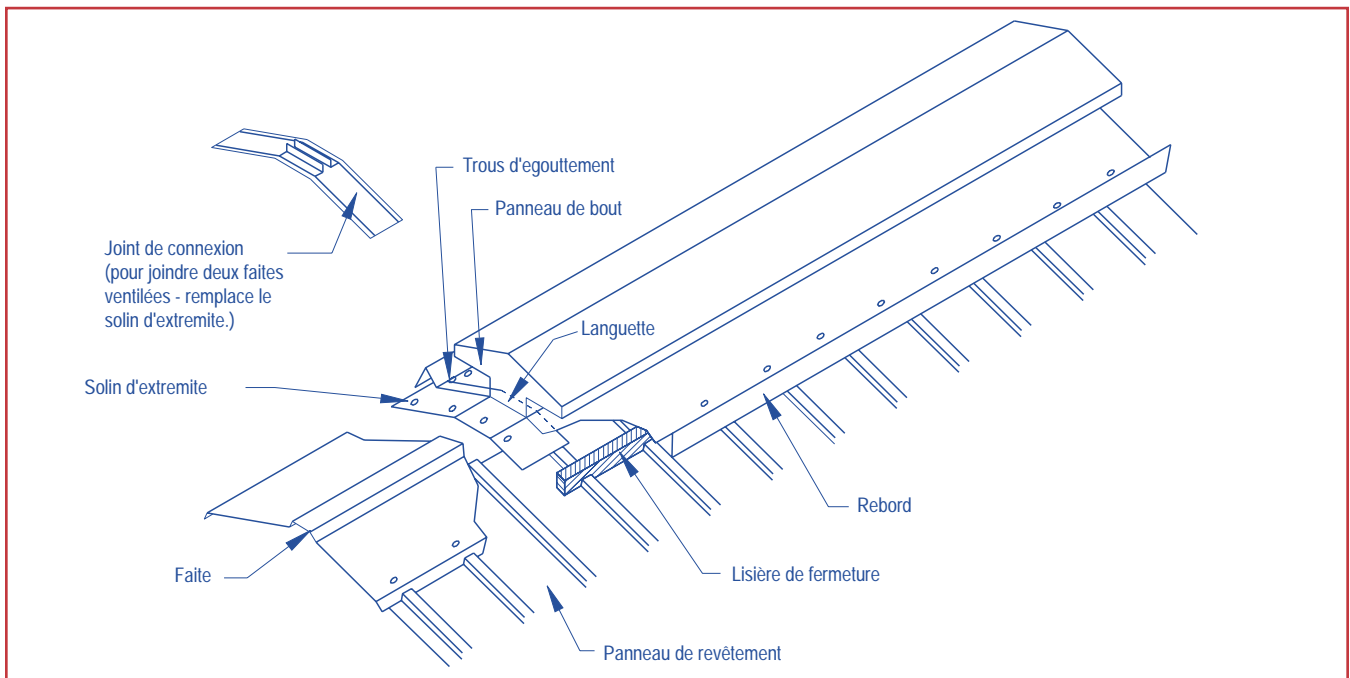

FIGURE 9 Faîte ventilé
- g) Prévoyez l'espace nécessaire pour les ventilateurs de faîte, tel qu'illustré aux Figures 9 et 10.
Il existe plusieurs types d'évents de faîte, dont deux sont illustrés aux Figures 9 et 10. Le mode d'installation est essentiellement le même pour les deux types: